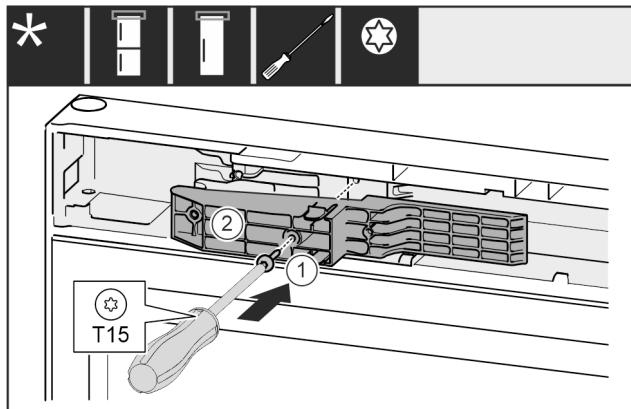

Fig. 68 *
- Adapterstück Fig. 68 (1) auf der Griffseite in die Aussparung einsetzen.*
- Schraube Fig. 68 (2) mit Schraubendreher festschrauben.*